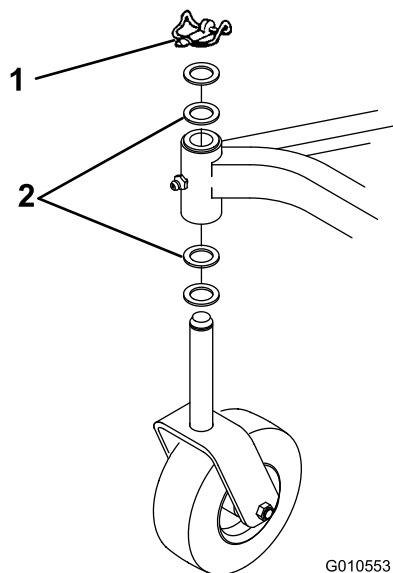

Figura 26
- A. Gli elementi di taglio generalmente azionati a un'altezza di taglio tra 25 e 51 mm dovranno avere il lato inferiore dell'elemento di taglio sollevato. Rimuovete l'acciarino che fissa la ruota orientabile sull'estremità inferiore (Figura 26) e il gruppo ruota orientabile.
e rimuovete il gruppo ruota orientabile (Figura 26).